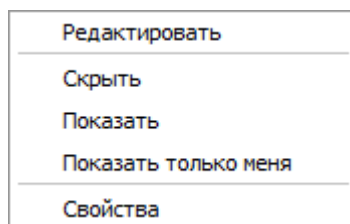

Рис. 151
16.6.6.1. Вид контекстного меню соединения показан на рис. 151.